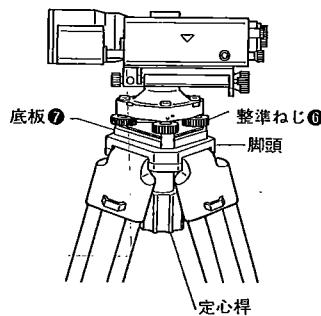

図3
3. ケースより本体を静かに取出し、脚頭上に載せ、片手で支えながら定心桿を本体の底板⑦にねじ込み確実に取り付けます。(図3)